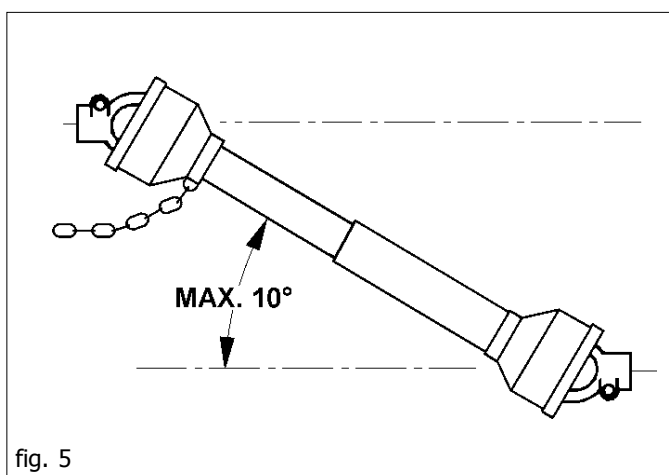

fig. 5
- 47) Desactivar, siempre, la toma de fuerza cuando el árbol cardán realiza un ángulo demasiado abierto (nunca por encima de los 10 grados Fig. 5) y cuando no se utiliza.